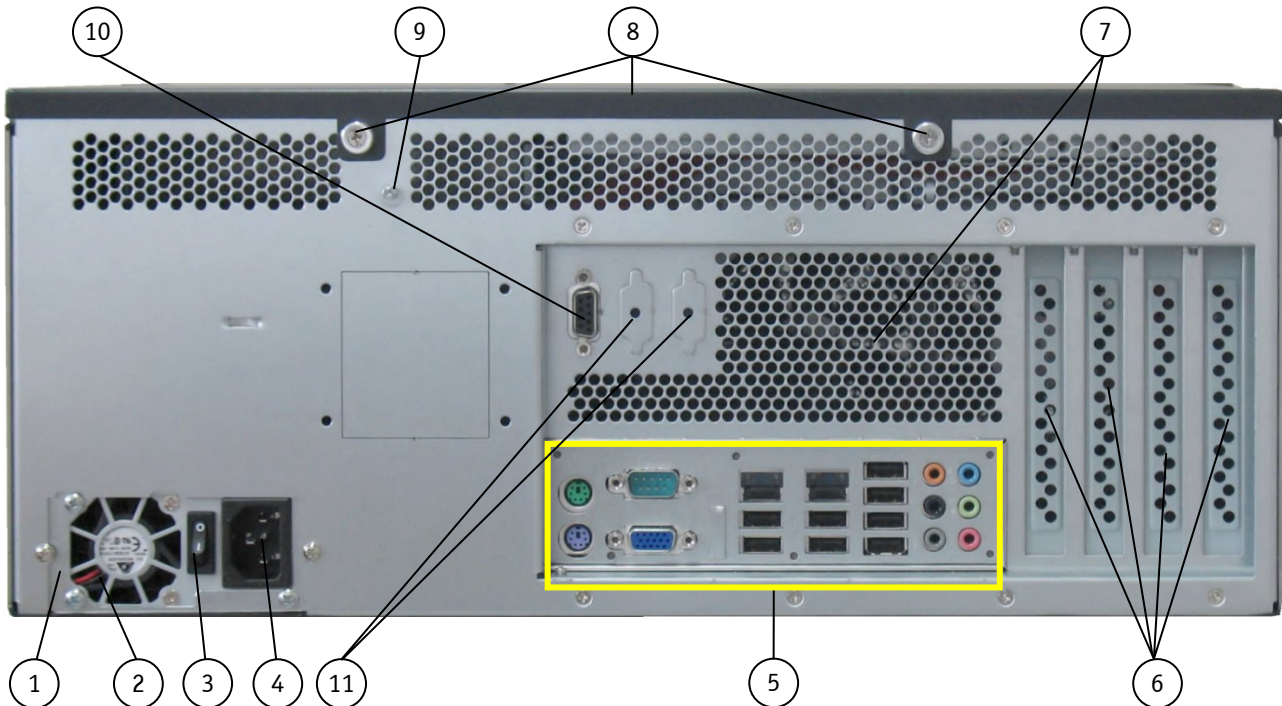
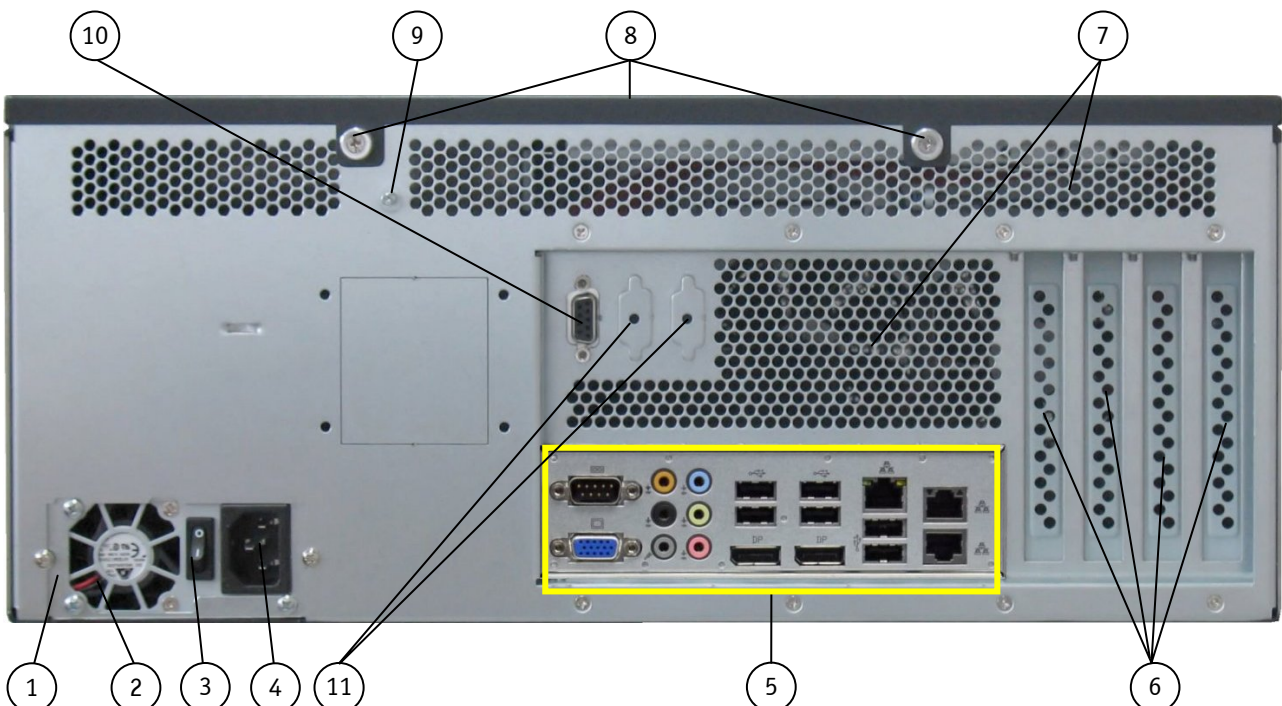

Abb. 12: Rückseite einer KISS 4U Short V2-Plattform (im Bild mit KTQ45/Flex Mainboard)
Abb. 13: Rückseite einer KISS 4U Short V2-Plattform (im Bild mit KTQ67/Flex Mainboard)
- die Rändelschrauben (Abb. 12, Pos. 8 und Abb. 25) an der Rückseite
**Legende für Abb. 12 und Abb. 13:**
Die on-Board serielle Schnittstelle ist nach außen geführt (siehe Abb. 12 und Abb. 13, Pos. 10) oder es kann ein zusätzlich bestelltes EASY 485/422 Modul eingebaut werden. Diese Anschlüsse ermöglichen Ihnen Peripheriegeräte anzuschließen.
Auch wenn Sie die KISS 4U Short V2-Plattform mit dem Power-Taster (siehe Abb. 9, Pos. 3 und Abb. 10, Pos. 1) oder mit dem Netzteilschalter (Abb. 12 und Abb. 13, Pos. 3) ausschalten, liegt weiterhin eine 5V Standby-Spannung auf dem Mainboard an.
Der Erdungsbolzen befindet sich an der Rückseite der KISS 4U Short V2-Plattform (siehe Abb. 12 und Abb. 13, Pos. 9).